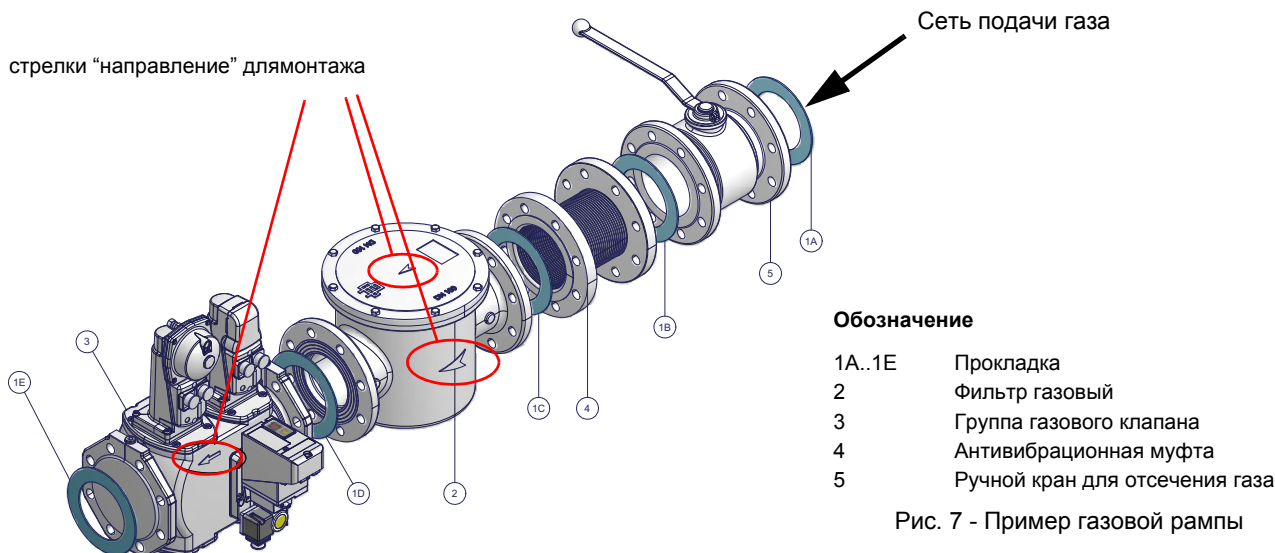

Рис. 7 - Пример газовой рампы
- 1) при фланцевых соединениях: между соседними компонентами устанавливать прокладку (1A..1E - Рис. 7), совместимую с используемым газом,
**ВНИМАНИЕ:** после монтажа газовой рампы согласно схеме на Рис. 7, необходимо провести тестирование на герметичность газового контура, согласно требований действующих нормативов.